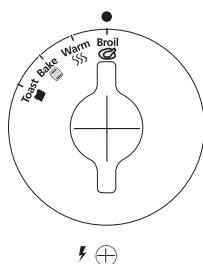

Figure 2
3. **Bouton de Minuterie avec Sonnerie:** Permet de sélectionner la fonction de cuisson. Pour ce faire, il suffit de le régler sur la fonction souhaitée. (Voir Figure 2)